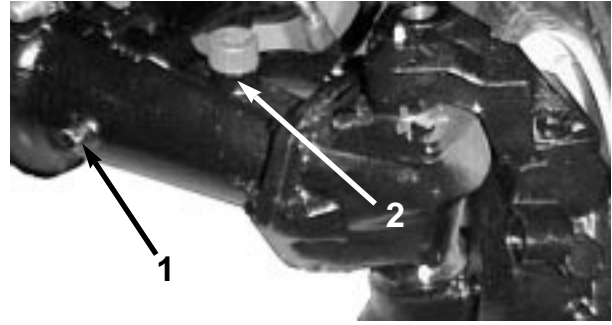

図 21
2. アクスルの一方の端部から点検用プラグ (図 21) を抜き、穴の下端まで潤滑油があることを確認する。量が不足の場合は、給油プラグ (図 21) をはずして補給する。